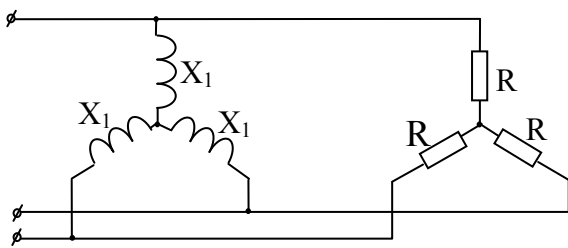

Рис. 3.3.3
3.3.3. Два симметричных трехфазных приемника соединены звездой (рисунок 3.3.3) и подключены к трехпроводной линии. Сопротивления фаз приемника  $X_1=R=5$  Ом. Линейные напряжения источника 220 В. Определить линейные и фазные токи.